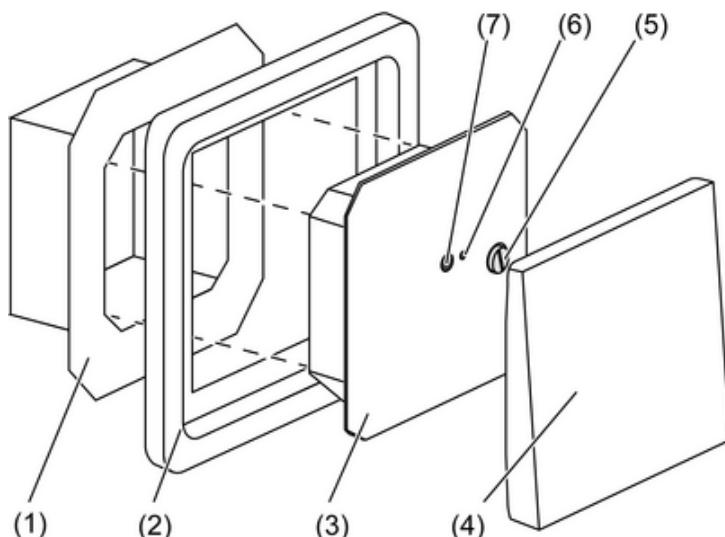
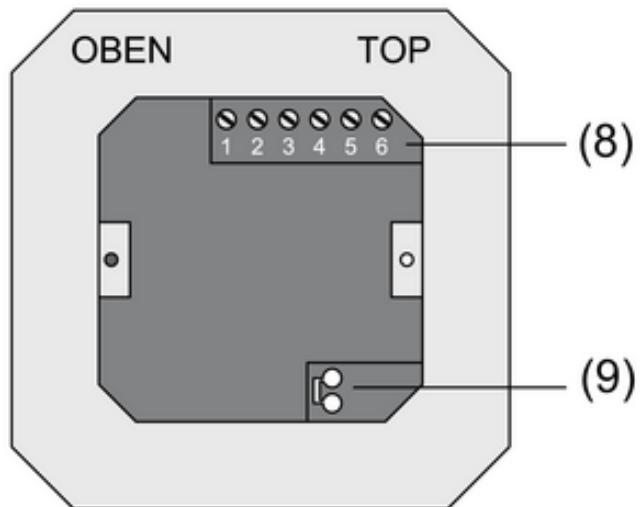
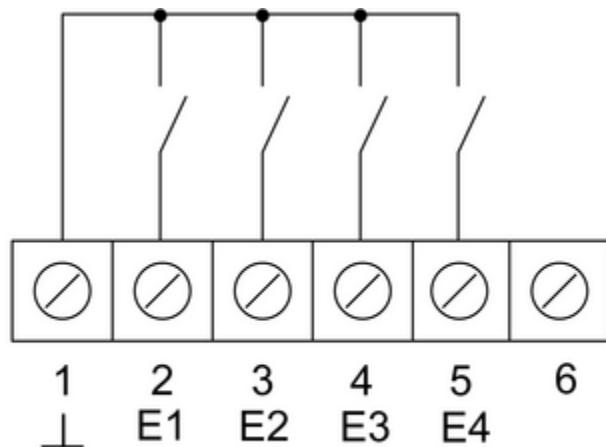
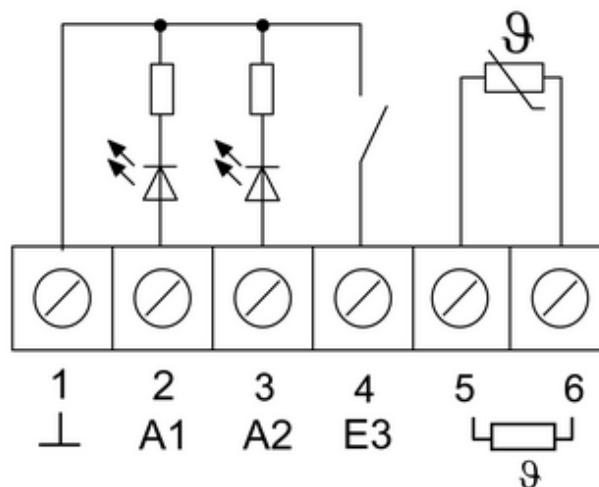

Bild 1
Bild 2
Bild 3
Bild 4
- Klemmen-Einsatz (1) und Elektronik-Aufsatz (3) voneinander trennen (Bild 1).
- Busleitung an die Anschlussklemme (9) im Klemmen-Einsatz einstecken (Bild 2).
- Binäreingänge **E1...E4**: Schließer oder Öffner als Schalter oder Taster an den Klemmen **1** und **2...5**(Bild 3) der Klemmleiste (8) (Bild 2) anschließen.
- Binärausgänge **A1...A2**: LED oder elektronische Relais an den Klemmen **1** und **2, 3** (Bild 4) der Klemmleiste (8) (Bild 2) anschließen.
- Externen Temperaturfühler an den Klemmen **5** und **6** (Bild 4) der Klemmleiste (8) (Bild 2) anschließen.
- Klemmen-Einsatz (1) (Bild 1) in Unterputz-Gerätedose einsetzen. Auf Beschriftung **OBEN / TOP** achten. Der Busanschluss (9) (Bild 2) muss unten rechts liegen.
- Design-Rahmen (2) auf den Klemmen-Einsatz (1) aufsetzen (Bild 1).
- Abdeckung (4) abnehmen (Bild 1).
- Elektronik-Aufsatz lagerichtig in den Klemmen-Einsatz einsetzen (Bild 1).
- Elektronik-Aufsatz mit Sicherungsschraube (5) befestigen (Bild 1).
- Abdeckung (4) wieder aufsetzen (Bild 1).
- Programmier-Taste (7) drücken (Bild 1).
Programmier-LED (6) leuchtet (Bild 1).
Programmier-LED (6) erlischt (Bild 1).